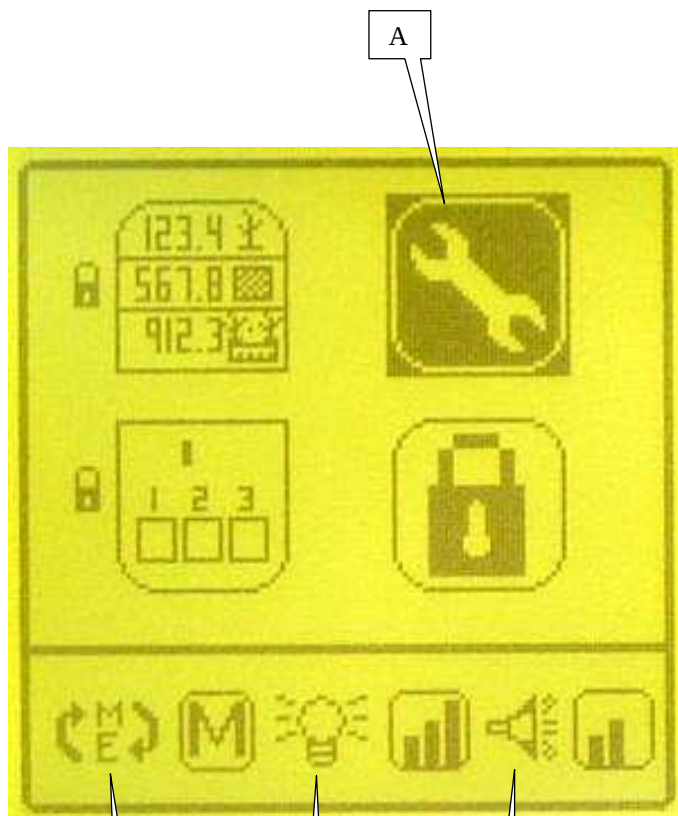

Fig. 1
a) sous-programme paramétrage console (Fig. 1)
l'écran et valider. L'affichage (Fig. 1) apparaît.